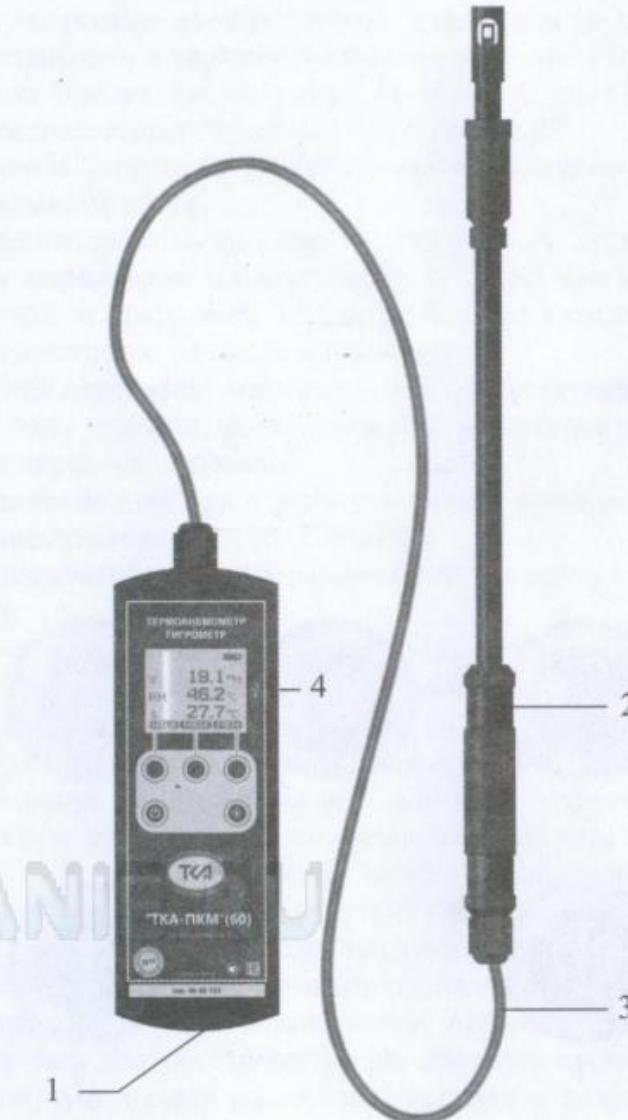

Рис.1 – Внешний вид прибора "ТКА-ПКМ"(60)
5.1 Конструктивно прибор выполнен в виде двух функциональных блоков: блока обработки сигналов (1, Рис.1) и измерительной головки (2, Рис.1), соединённых между собой кабелем связи (3, Рис.1).